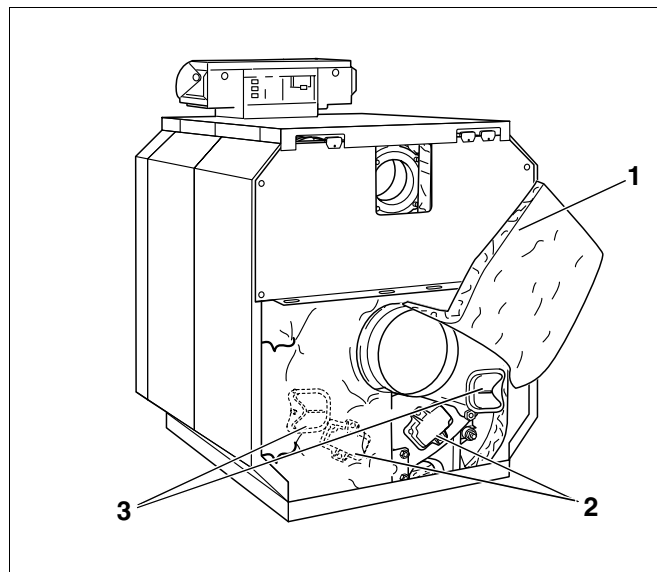

Fig. 75 Demontering av rengjøringsdeksel
- Løsne spennfjæren under røykgasstussen, slå opp isolasjonen og fest den ved hjelp av spennfjæren (Fig. 75, **Pos. 1**).
- Fjern rengjøringsdekslene på bakelementet (Fig. 75, **Pos. 2**) og røykgassamleren (Fig. 75, **Pos. 3**).